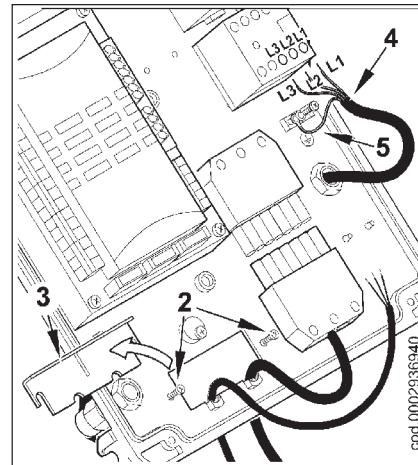

图2
- 拧开螺丝（2），然后取下压板（3），将7孔插头和调节控制电缆从孔中间穿过（图2）。将电源（4）与接触器连接，固定接地电缆（5），锁紧相应的线缆固定头。
**关闭燃烧器以后，朝着电气面板轻拉点火变压器和电离棒的电缆线，使它们处于轻微张紧状态，并把它们放入位置(7)，如图2所示。这将避免燃烧器运行期间两个电缆被风扇损坏。.**